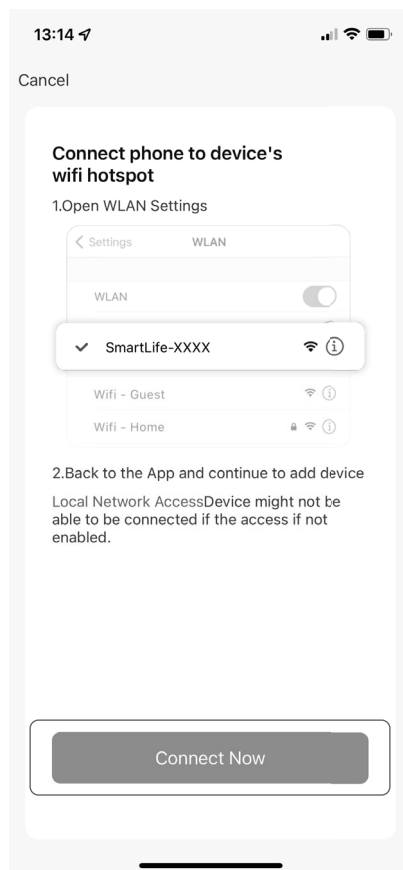

Fig. 8
- Haga clic en la indicación de abajo en CONECTAR AHORA (fig. 8).